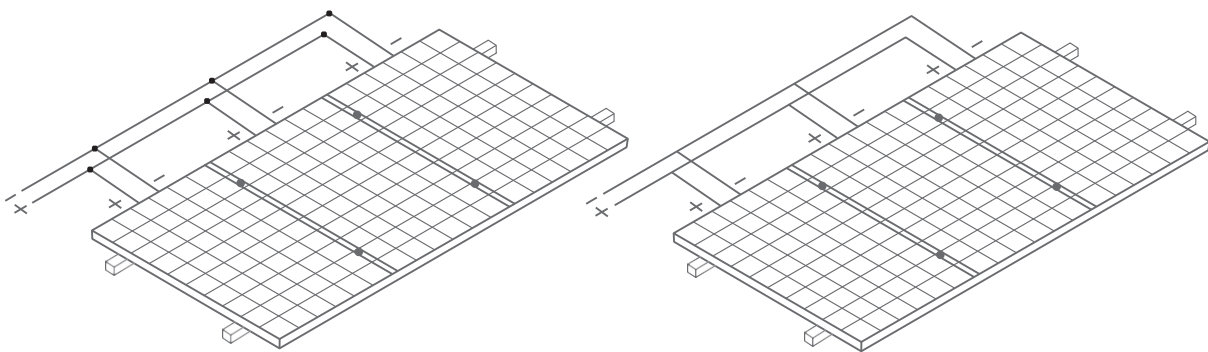

Abbildung 6
- Bei einer Reihenschaltung wird die maximale Anzahl der Module durch die Systemauslegung, den Wechselrichtertyp und die Umgebung bestimmt. (siehe Abbildung 6).